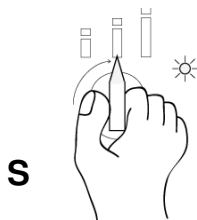

Fig.30
- 4- Ruotare il selettore in posizione "S" e scegliere uno tra i cicli disponibili. (Fig.30)